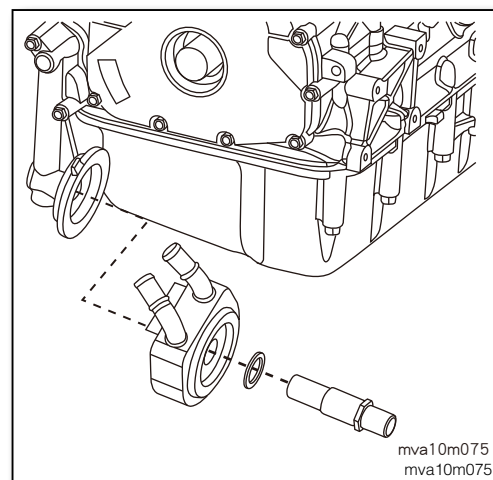

图7
- 将机油滤芯管牙穿过垫片，再以机油滤芯管牙将机油冷却器锁附在机油滤芯转接座上(如图7)。